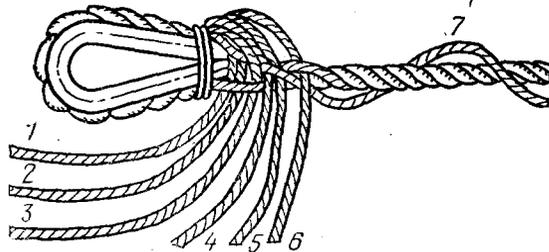

Рис. 38. Затяжка всех вплетенных прядей
9.3. вторично затяните круглогубцами и обожмите пряди троса, постукивая по ним молотком на деревянной оправке (рис. 38).